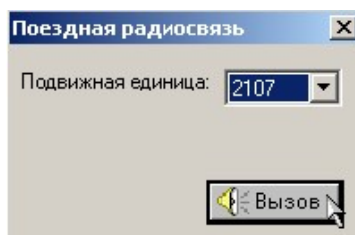

Рис. 7. Выбор подвижной единицы для вызова по радиосвязи.
1. Выбрать в пункте основного меню «Тренажер» команду «Поездная радиосвязь» или нажать на клавиатуре клавишу «/» и вызвать поезд по радиосвязи (рис. 7).